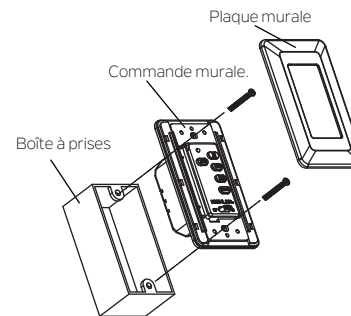

Fig. 19
Étape 2. Serrez les vis fournies pour fixer la commande murale à la boîte à prises (Fig. 19).